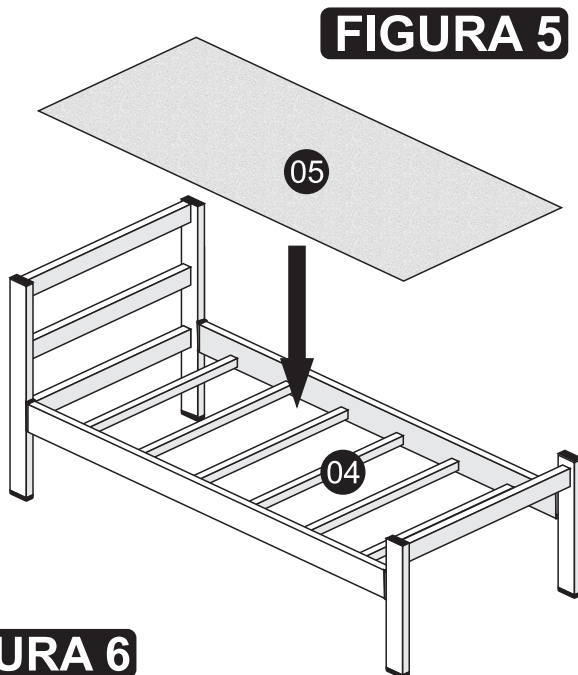

FIGURA 5
Para finalizar, encaixe o **TABLADO DE MADEIRA (05)** no **ESTRADO (04)**, conforme **FIGURA 5**.